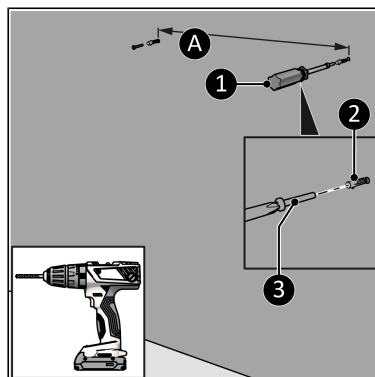

Figure 56.
4. Percez deux trous à environ 160 mm l'un de l'autre (Figure 56, pos. A). Et avec une distance minimale du sol de :
5. Insérez des chevilles murales (Figure 56, pos. 2).
6. Vissez deux grandes vis (Figure 56, pos. 3) au support mural à l'aide d'un tournevis Phillips (Figure 56, pos. 1). Laissez les vis dépasser de quelques millimètres du mur.